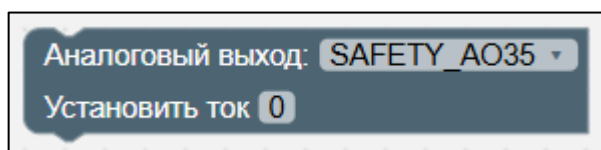

Рисунок II-35 – Блок «Аналоговый выход. Установить ток»
8. Блок «Аналоговый выход. Установить ток» (см. Рисунок II-35).